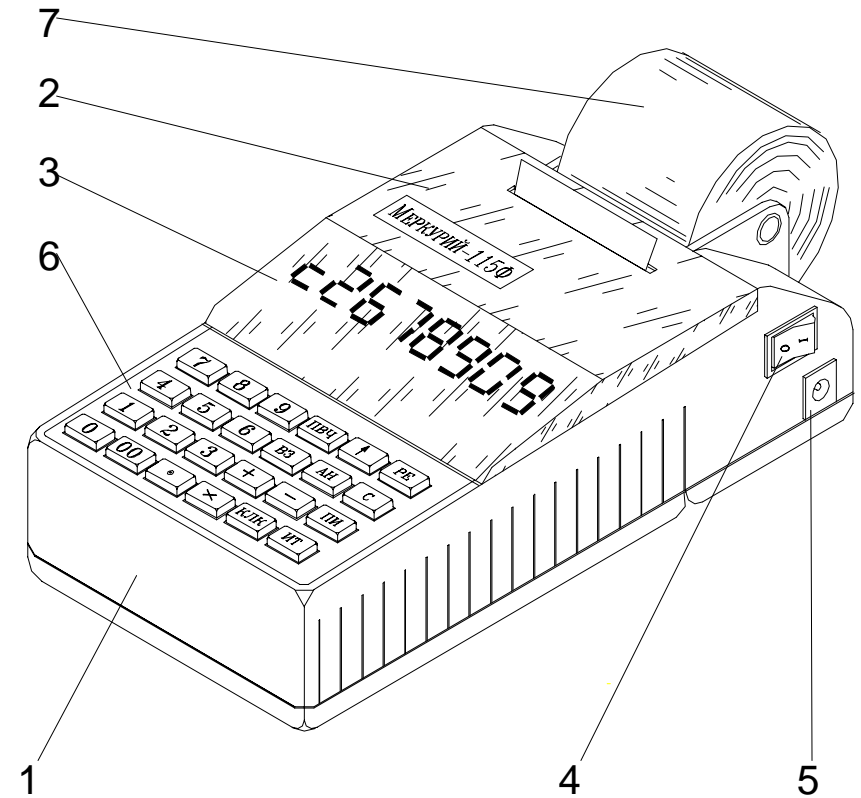

Рис. 1
3.1. Общий вид машины приведен на рис. 1
3.2. Машина включается выключателем 4 (рис. 1), расположенным справа на боковой поверхности корпуса ККМ.
3.3. Подключение сетевому адаптеру – зарядному устройству производится с помощью гнезда 5 (рис.1). Центральный контакт гнезда подключается к клемме "плюс".